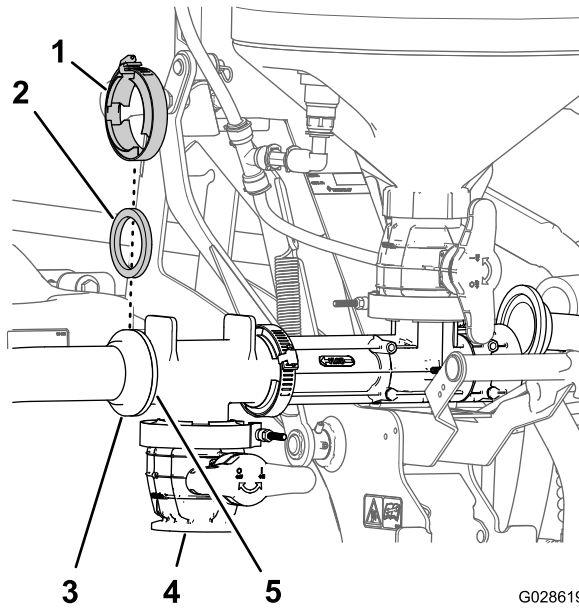

Figura 24
5. Suba y baje el eyector para comprobar que la manguera del depósito no se enganche en otras piezas del fumigador (Figura 24).
3. Alinee el acoplamiento con brida de la manguera del depósito con la brida delantera del acoplamiento de vaciado en T (Figura 24).
4. Sujete la manguera del depósito al acoplamiento en T con una junta y una brida de fijación (Figura 24).